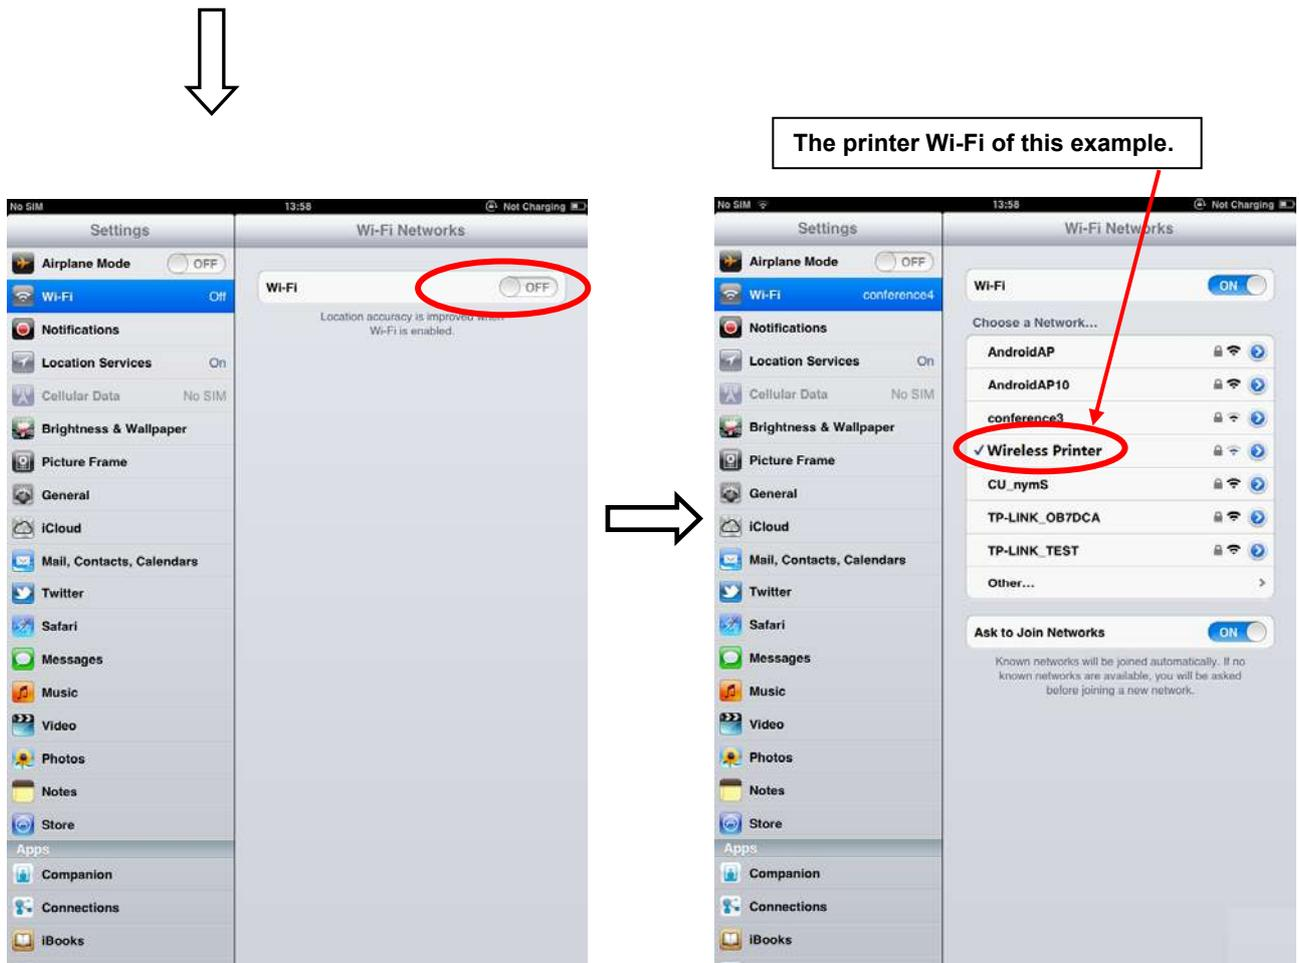

Figura 3
2. Haga clic en “configuración” y la interfaz aparecera. Encienda la función Wi-Fi luego haga clic en la impresora buscada por el telefono para conectarse. El nombre por defecto de la impresora está compuesto por el modelo de la impresora + 6 números y letras (Figura 3)